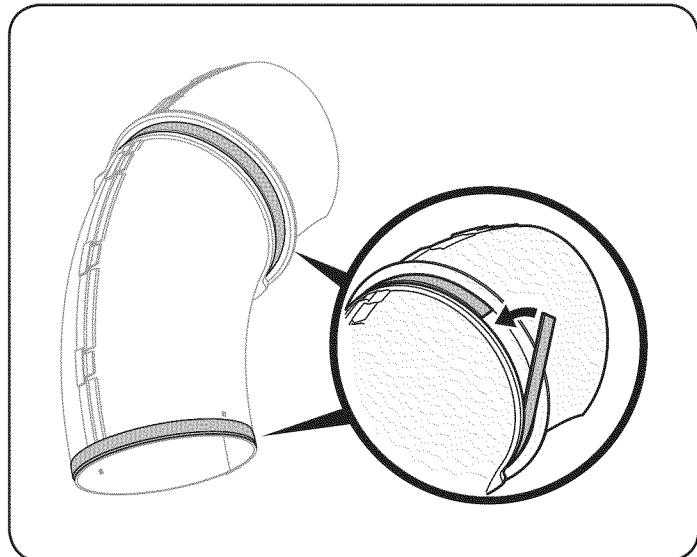

Figura 14
- Retire el revestimiento de una de las franjas de espuma autoadhesiva angostas que se han incluido con su colector de césped. Aplíquela al canal superior, y nivele contra la brida como se muestra en la Figura 14.
- Retire el revestimiento de la otra franja de espuma autoadhesiva angosta y aplíquela al borde de abajo del tubo del canal superior, al ras con el borde como se muestra en la Figura 14.